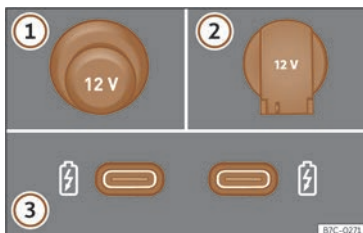

Fig. 147 Preses de corrent de 12 volts del vehicle.
>>> fig. 147
En funció de l'equipament i del país, el vehicle pot disposar també de connectors USB amb funció **exclusivament de càrrega o presa de corrent** >>> **fig. 147 ③**.